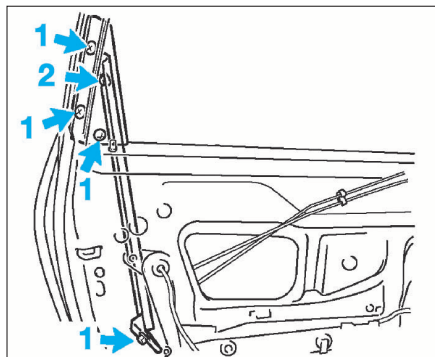
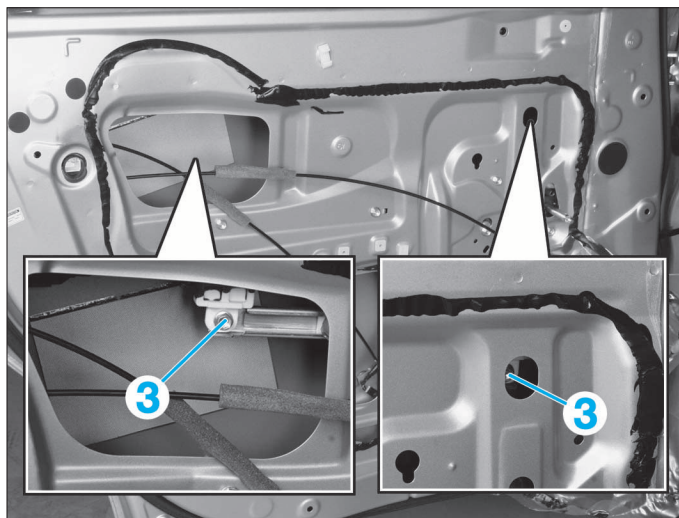

FIG. 44
FIG. 45
- Débrancher les connecteurs (3).
- Déposer les vis de fixation (1) et dégager la coulisse arrière (fig. 44).
- Déposer la vis (2) puis le joint d'encadrement.
- Remonter la vitre jusqu'à apercevoir les vis de fixation (fig. 45).
- Déposer les vis de fixation (3).